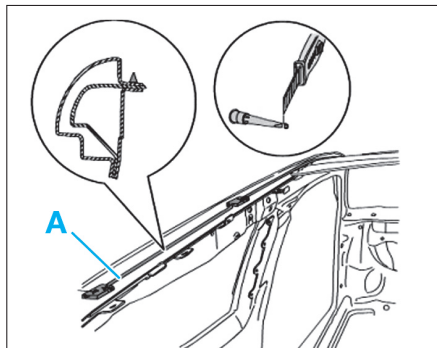

FIG. 81
- Couper la buse de façon à obtenir la forme de cordon comme illustré (Fig.81).